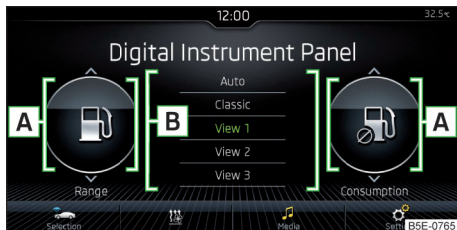

Abb. 38
- ▶ In den Bereichen **A** » Abb. 38 die gewünschten zusätzlichen Informationen durch eine Fingerbewegung senkrecht über das Display wählen.